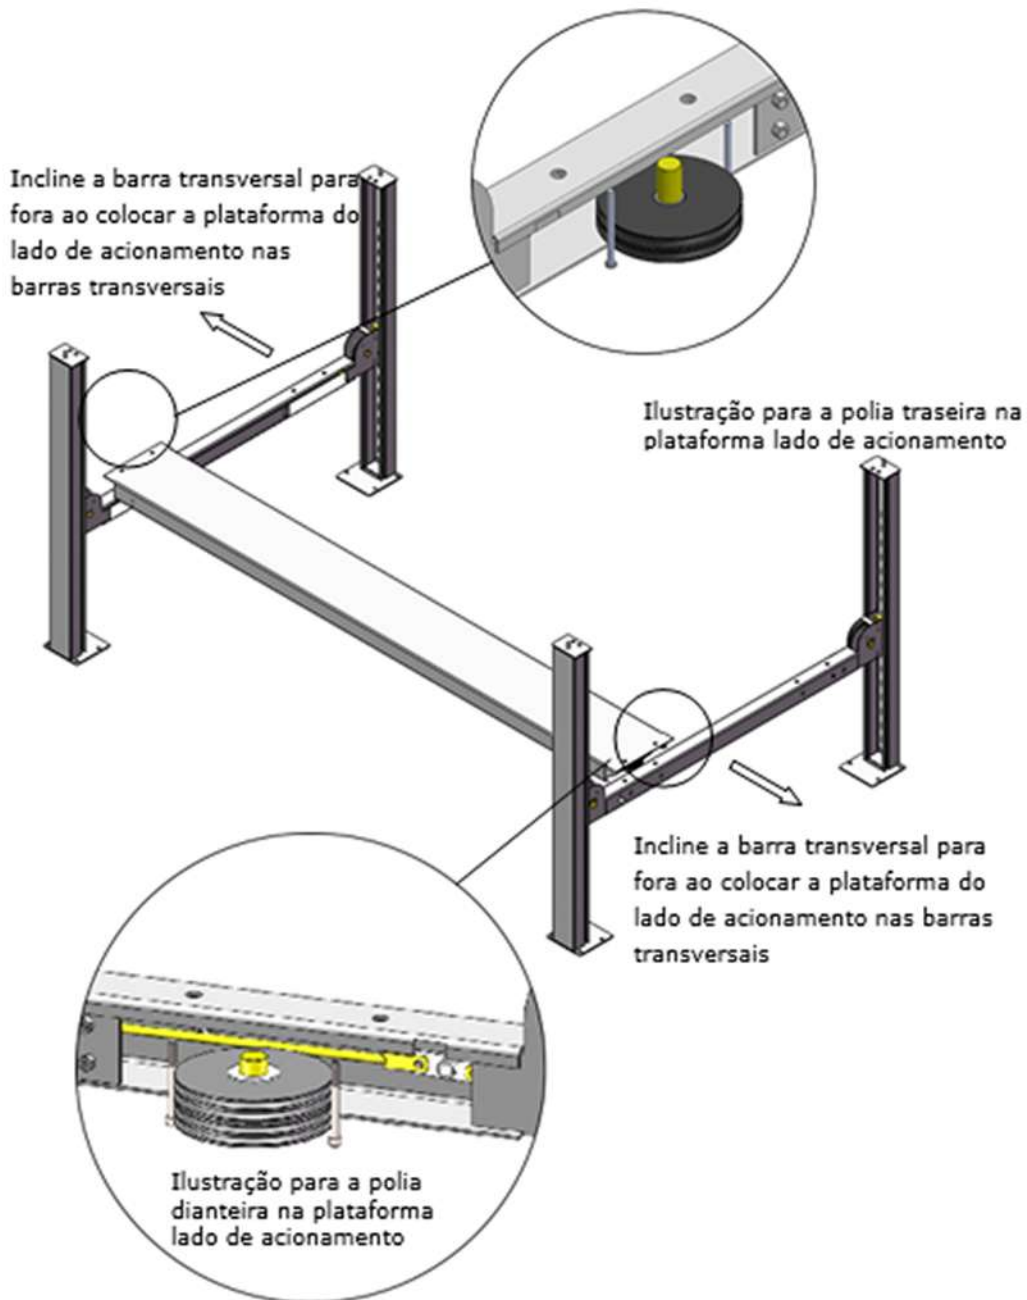

Fig. 17
1. Instale a plataforma lado de acionamento nas barras transversais com uma empilhadeira ou manualmente e desloque as barras transversais para fora até que as polias das plataformas repousem sobre as ranhuras das travessas (Ver Fig.17). Instale a plataforma lado de acionamento e aperte os parafusos.